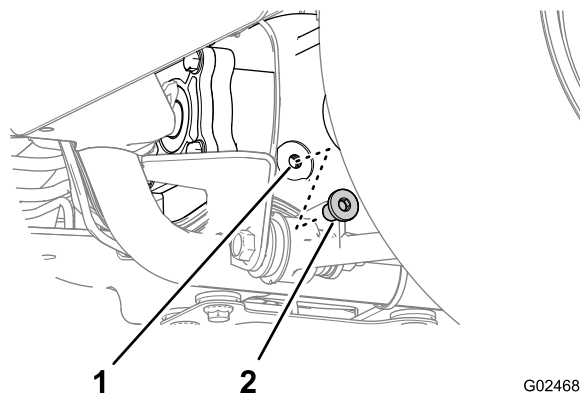

Figura 54
1. Allineate una bacinella di spurgo sotto il tappo spia del differenziale (Figura 54).
2. Togliete il tappo spia (Figura 54).
3. Se il livello dell'olio è al di sotto della filettatura del foro del tappo spia, rabboccate l'olio specificato nel foro fino a che il livello non raggiunge la filettatura del foro (Figura 54).
4. Montate il tappo spia (Figura 54).
2. Togliete il tappo spia e il tappo di spurgo dal differenziale (Figura 54).
4. Rabboccate l'olio specificato nel foro del tappo spia fino a raggiungere la base della filettatura del foro (Figura 54).
5. Montate il tappo spia (Figura 54).